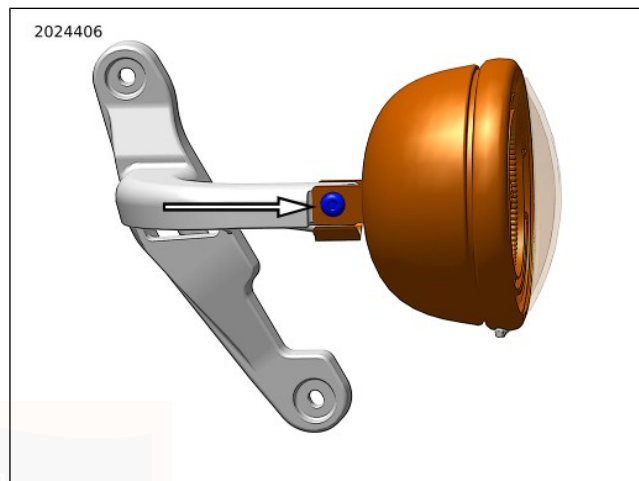

Abbildung 154. Scheinwerferhalterung: Gabelmontierte Verkleidung, Doppel-LED, HDI
2. Siehe Abbildung 154. **Falls erforderlich:** Nur die vertikale Einstellmutter am Scheinwerfer lösen.